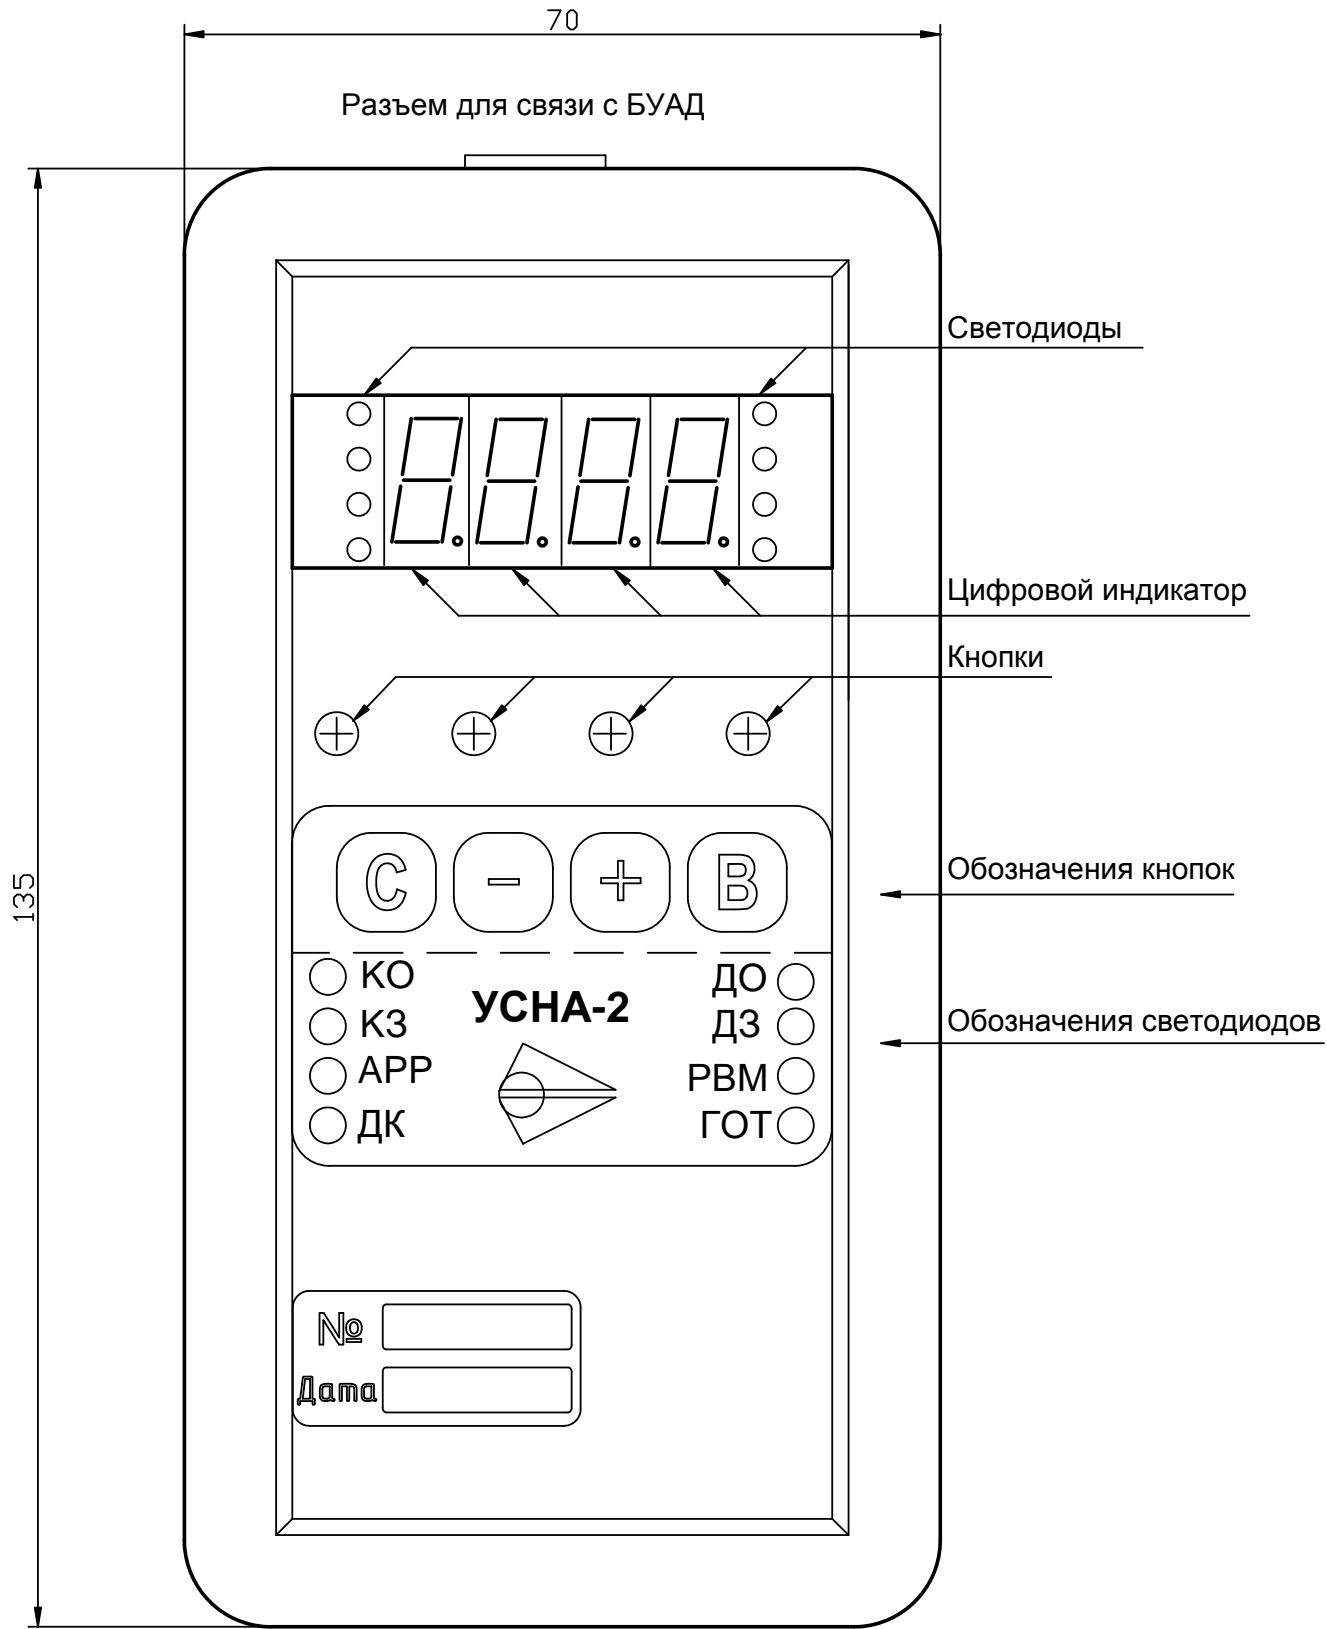

Рис.1. Внешний вид Устройства настройки УСНА.
Устройство применяется для обмена информацией с БУАД посредством кабеля двустороннего последовательного обмена УСНА-БУАД, через который также осуществляется питание *Устройства*. Разъем для подключения кабеля к *Устройству* показан на **рис.1**.
Габаритные размеры *Устройства* приведены на **рис.1**.
3.4.1. Панель управления *Устройства* (**рис.1**) состоит из